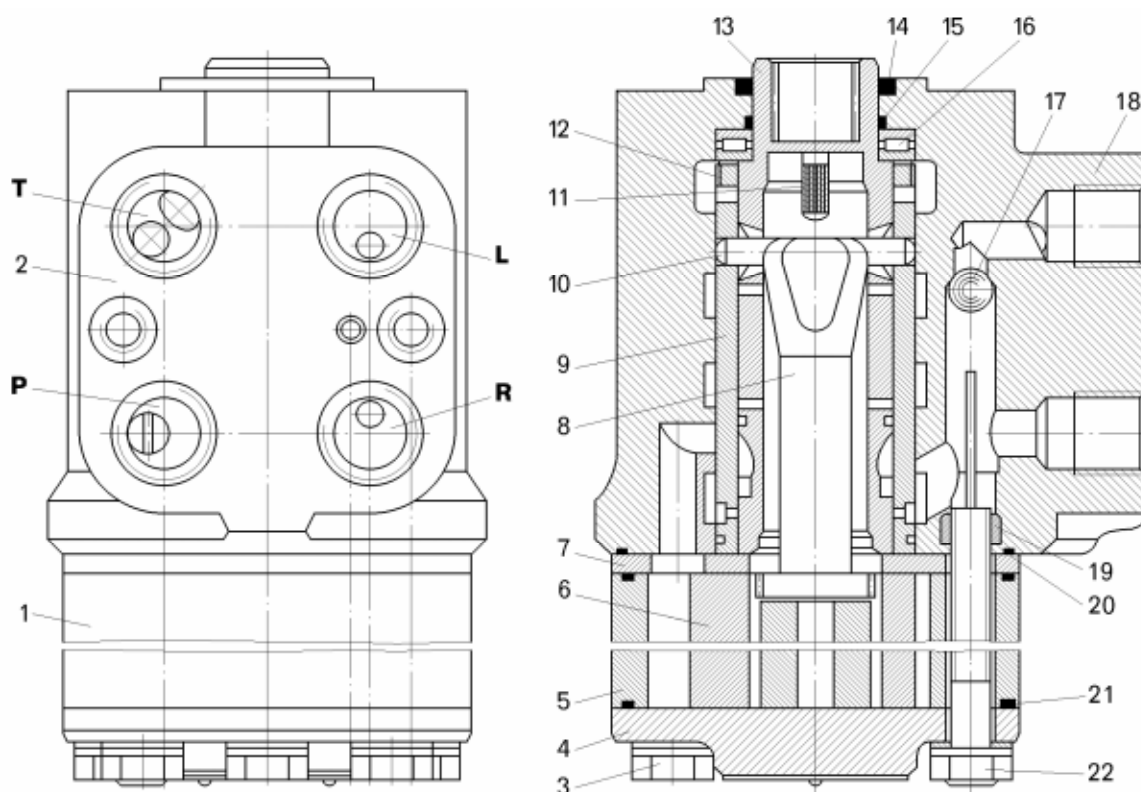

Рисунок 11.6 – Гидравлический рулевой механизм:
- отвернуть болты 3 (рисунок 11.6) и специальный болт 22 с накатанной головкой;